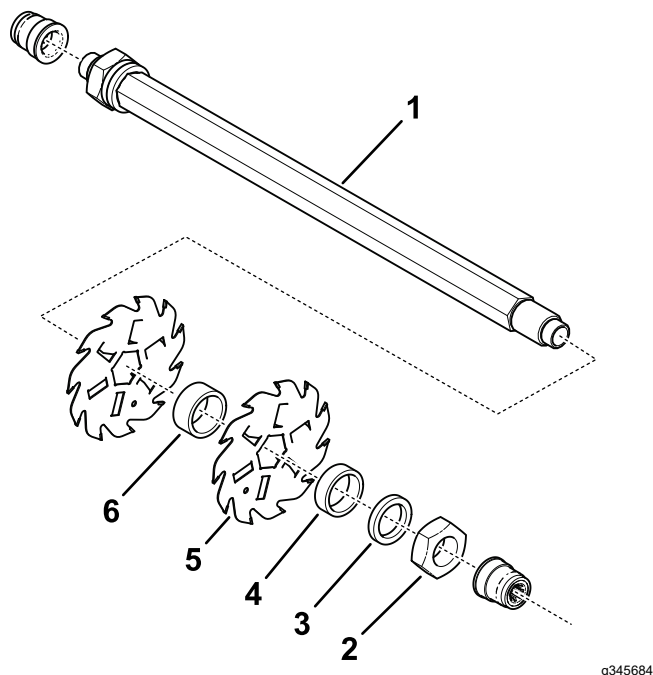
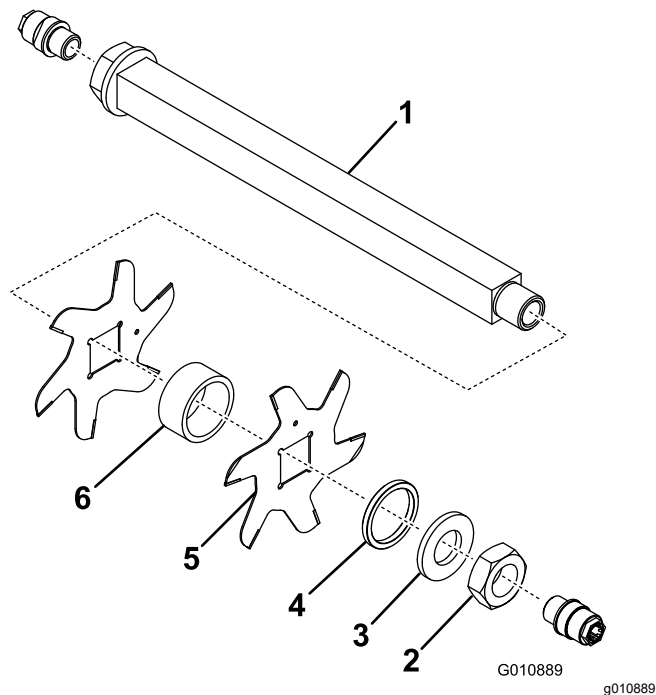

Figura 14
Figura 15
3. Retire el espaciador o los espaciadores pequeños, la arandela (modelo 03619 únicamente), las cuchillas y los espaciadores grandes. Limpie el eje hexagonal o cuadrado y lubríquelo con una capa ligera de grasa para simplificar el montaje (Figura 15 o Figura 14).